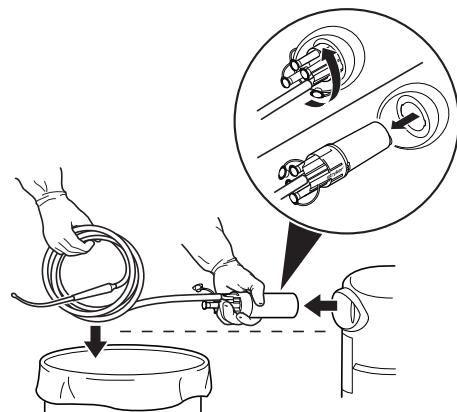

Figura 8 Remover o tubo de distribuição e a tubagem
5. Rode o tubo de distribuição até bloquear, depois puxe o tubo de distribuição e a tubagem de aspiração ligada para fora do recipiente, mantendo sempre o tubo de distribuição na horizontal (Figura 8).